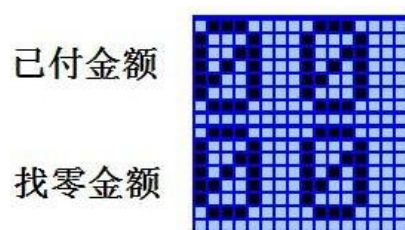

图 1 点阵显示内容
2.点阵显示：使用 4 个 8×8 单基色点阵显示已付金额和找零金额，其各位的显示内容和显示位置对应如图 1。